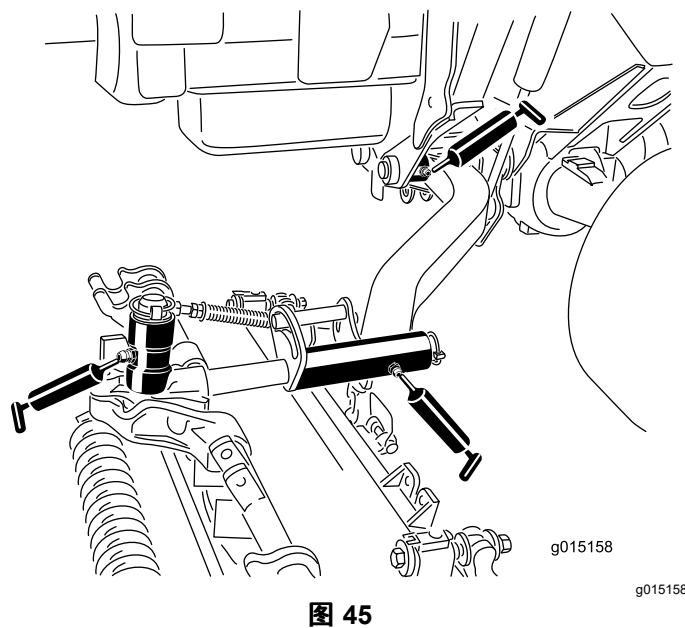

图 45
- 提升臂枢轴轴套每个滚刀组 1 个(图 45)
- 滚刀组承载架每个滚刀组 2 个(图 45)
- 滚刀组提升臂枢轴每个滚刀组 1 个(图 45)